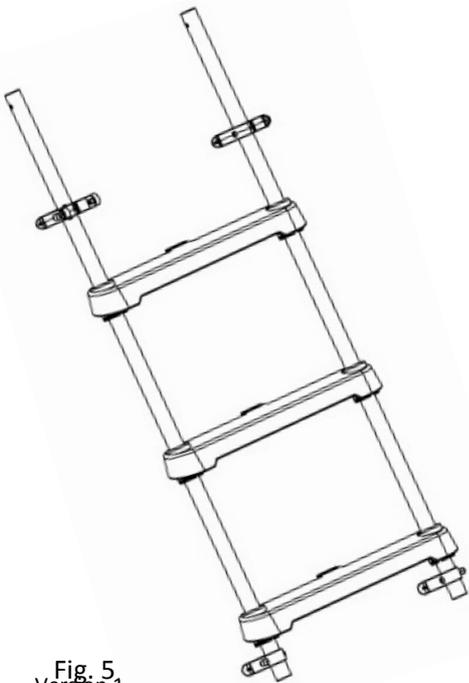

Fig. 5
6. Glisser une marche (42) à la fois sur le pied. Faites glisser la marche jusqu'à ce que les bagues pour les marches de l'échelle (44) s'insèrent dans le dessous de la marche et que les arêtes à l'intérieur de la bague se bloquent à la bonne place. Les clips de fixation doivent rester dans la partie échancrée du pied de l'échelle pendant que vous appuyez sur les marches.. Le clip de fixation doit être à l'intérieur de la jambe comme le montre la Figure 5.
8. La vis à métaux (50) doit être installée à partir de l'intérieur du pied vertical (52). Enfilez l'écrou à chapeau (48) jusqu'à ce que le pied pivotant se resserre contre la pied de l'échelle. (Voir Fig. 5)